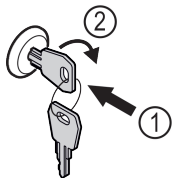

Fig. 106 Példaként szolgáló ábrázolás
- Dugja be a kulcsot Fig. 106 (1).
- Forgassa el a kulcsot 90°-kal az óramutató járásával megegyező irányba Fig. 106 (2).